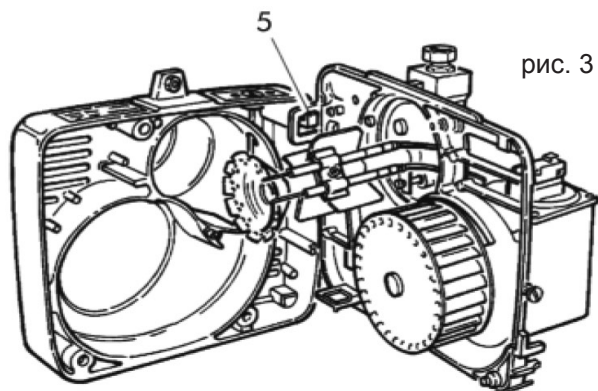

рис. 3
- Поместите плату компонентов в рабочее положение (5) и выполните техобслуживание головки горения (рис. 3).